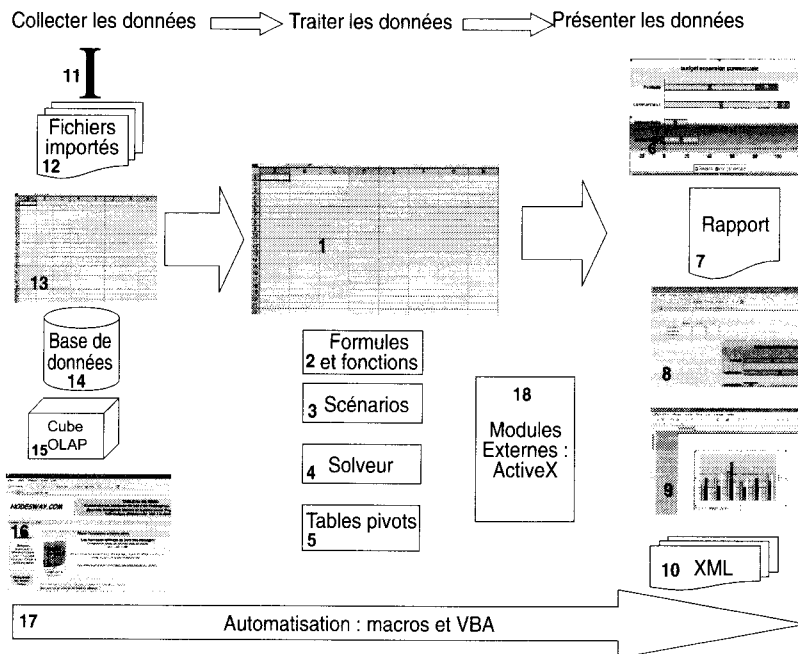

Figure 2.1.1. Structure d'Excel
1. Les numéros entre parenthèses font référence aux indices portés sur la figure 2.1.1.
► Formules et fonctions (2)